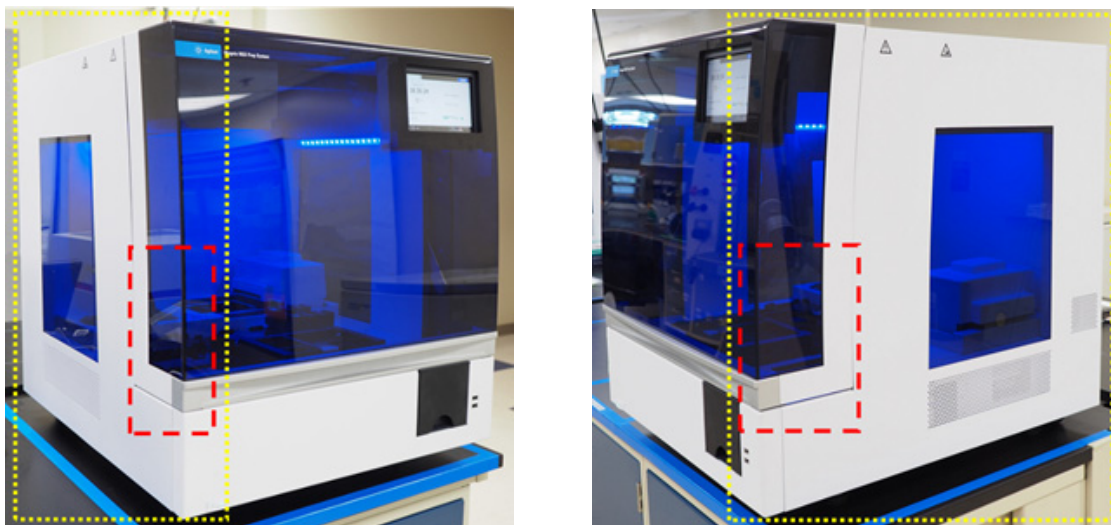

Figura 29 Superfici esterne destra e sinistra dello strumento da pulire
- c Esterno dello strumento, superfici destra e sinistra:** con una salvietta da laboratorio inumidita con alcol isopropilico al 70%, pulire le superfici destra e sinistra dello strumento, delineate in giallo nella Figura 29. Le aree delineate in rosso richiedono una pulizia particolarmente accurata, poiché sono quelle in cui viene afferrato lo sportello durante l'apertura e la chiusura.